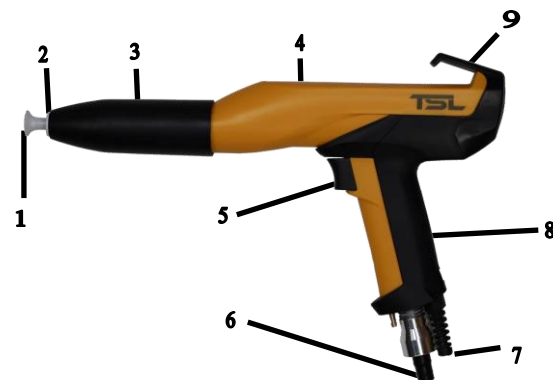

Рисунок 3:
Блок управления «TSL-M5» состоит из следующих узлов (см.рис.1, рис.2, рис.3):
5. Нажмите на курок распылителя (Рис.3 №5).
К штуцеру подачи воздуха на блоке (Рис.2 №3), подается сжатый воздух давлением $\approx 4-5$ Бар. В бункер засыпается порошковая краска. Включить в сеть. Выставить на блоке (Рис. 1 № 3,4) оптимальное давления эжекции порошка. При нажатии на курок (Рис. 3 №5) включается электронная схема преобразователя и одновременно открывается воздушный клапан и подается воздух. Благодаря системе эжекции создается вакуум и порошок поступает из бункера в канал ствола преобразователя и выдувается с потоком воздуха. Благодаря высокому напряжению порошок во время вылета из ствола заряжается и налипает на окрашиваемое изделие.